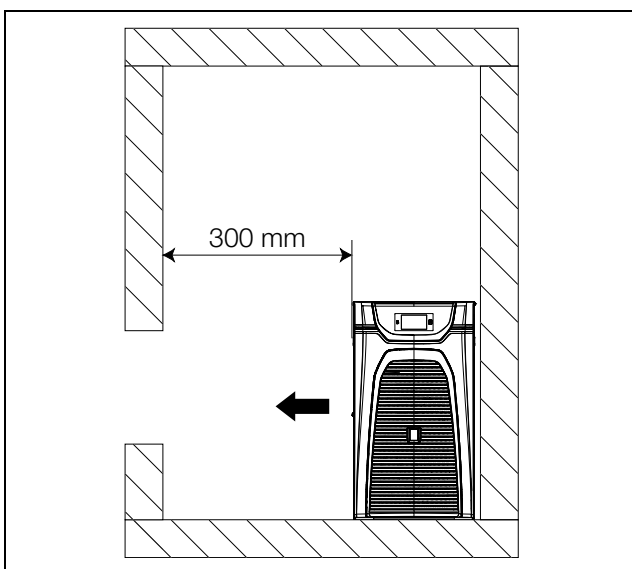

Fig. 28: Distanze minime laterali
- Per la fuoriuscita senza ostacoli dell'aria di scarico calda, almeno **una** delle aperture (sinistra o destra) deve essere liberamente accessibile (vedere fig. 28). Per agevolare il collegamento delle linee di alimentazione nonché la manutenzione e la riparazione, occorre attenersi inoltre alle distanze minime indicate nella figura 27.